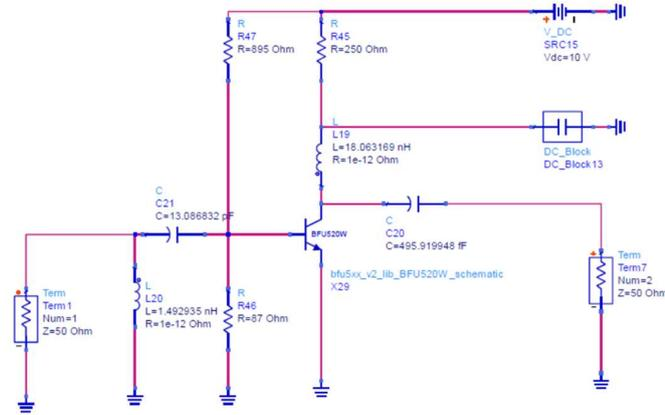

Figura 5 – Circuito final de amplificação RF adaptado para ser empregado para cálculo de seus parâmetros S.
- b. Ainda, vamos criar um circuito adicional idêntico a este anterior, mas preparado para gerar os parâmetros S deste. Retire a fonte, R_s e R_L e substitua pela versão que é mostrada na Figura 5.